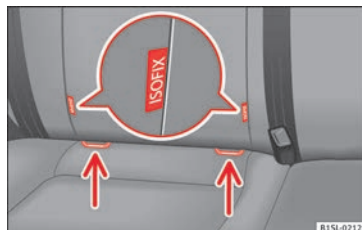

Abb. 26 Am Fahrzeugsitz: Kennzeichnungsvarianten der unteren Kindersitzverankerungspunkte.
- Kindersitz in Pfeilrichtung auf die Halteösen » **Abb. 26** stecken. Kindersitz muss sicher und hörbar einrasten.
- Kindersitz auf die Sitzfläche stellen und die Haken der Befestigungsgurte in die Halteösen einhängen » **Abb. 26.**